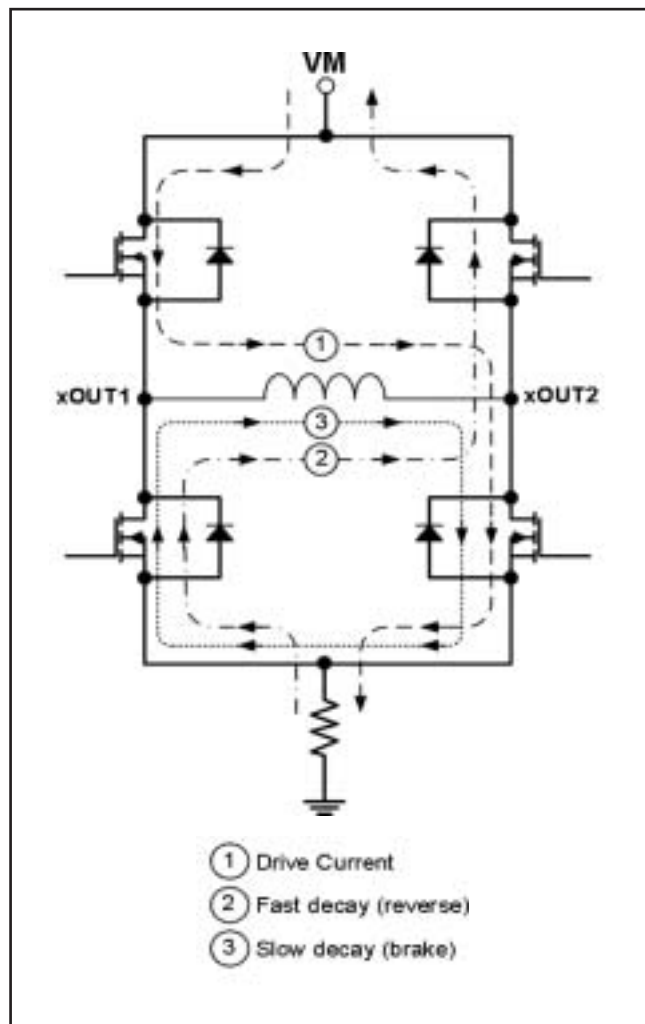

図 2. 減衰モード
DPWM電流チョッピング中は、PWM電流スレッシュホールドに達するまでの間、Hブリッジによるモータ巻線電流の駆動がイネーブルになります。これは、図2に①として示されています。図中の電流の流れる方向は、PHASEピンが“High”のときの状態を示しています。
高速モードでは、PWMチョッピング電流レベルに達すると、Hブリッジが状態を反転して、巻線電流が逆方向に流れるようにします。巻線電流がゼロに近づくと、ブリッジがディスエーブルになり、逆方向の電流が停止されます。高速モードは、図2に②として示されています。
低速減衰モードでは、ブリッジ内の両方のローサイドFETをイネーブルにすることで、巻線電流が再循環されます。これは、図2に③として示されています。